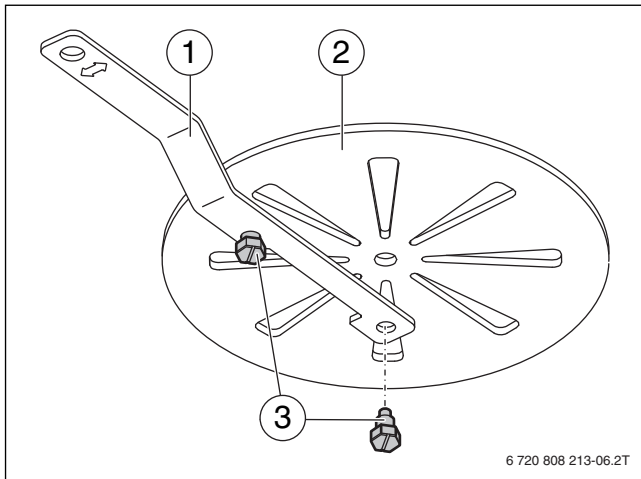

Bild 20 Bedienhebel an den Rundrost schrauben
- Bedienhebel [1] von unten (Ascheraum) an den eingelegten Rundrost [2] schrauben. Der Bedienhebel muss nach oben zeigen. (Bild 20 zeigt die Befestigung des Bedienhebels am Beispiel des ausgebauten Rundrosts).